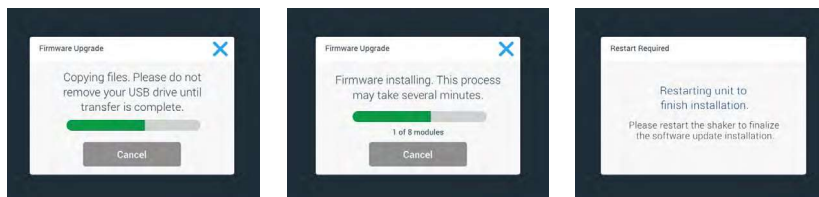

Abbildung 118: Meldungen zur Firmware-Upgrade-Installation
15. Es erscheinen verschiedene Meldungen, die Sie über den Fortschritt der Installation informieren, wie in Abbildung 118 dargestellt.